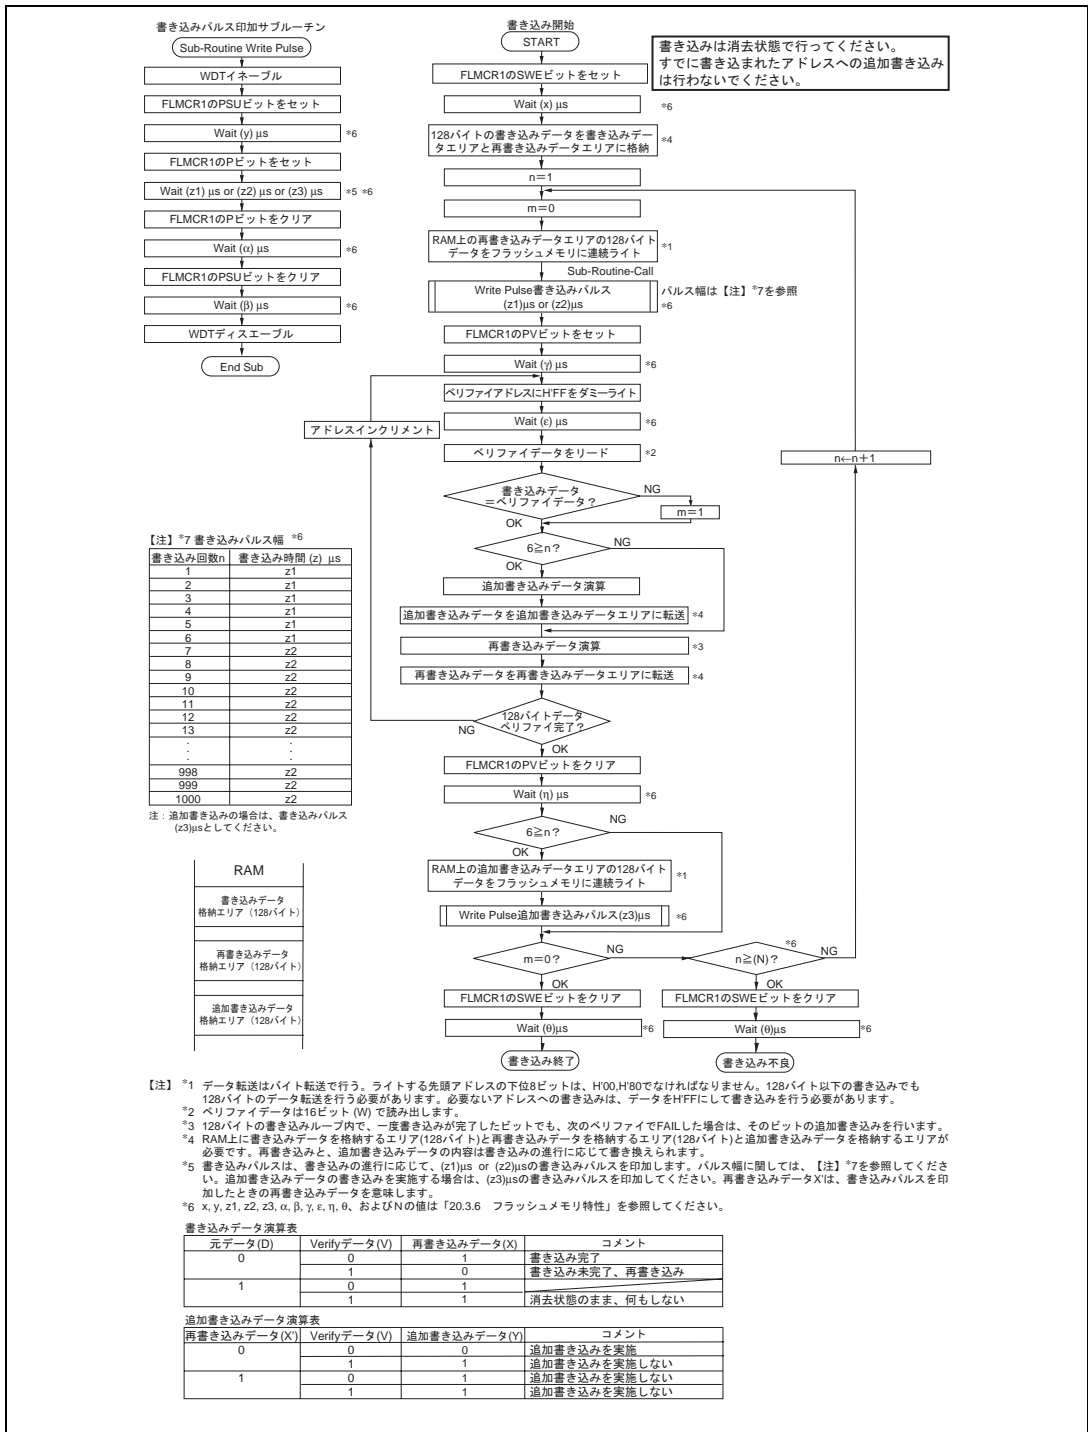

図 17.15 プログラム/プログラムペリファイフロー
フラッシュメモリへのデータ / プログラムの書き込みを行う場合は、図 17.15 に示すプログラム / プログラムベリファイフローチャートに従って行ってください。このフローチャートに沿って書き込み動作を行えば、デバイスへの電圧ストレスやプログラムデータの信頼性を損なうことなく、フラッシュメモリへデータ / プログラムの書き込みを行うことができます。また、1 回の書き込みは、128 バイト単位で行ってください。
一定の書き込み時間経過後、書き込みモードを解除 (FLMCR1 の P ビットを 0 にクリア後、 (α) μs 以上の時間が経過してから PSU ビットを 0 にクリア) します。ウォッチドッグタイマを (β) μs 以上の時間が経過してから解除し、FLMCR1 の PV ビットをセットすることで、動作モードはプログラムベリファイモードへ遷移します。プログラムベリファイモードでは、読み出す前に、読み出すアドレスにデータ H'FF をダミーライトしてください。ダミーライトは (γ) μs 以上の時間が経過してから行ってください。この状態でフラッシュメモリを読み出す (ベリファイデータは 16 ビットで読み出す) とラッチしたアドレスのデータが読み出されます。このリード動作は、ダミーライト後、 (ε) μs 以上置いてから行ってください。次に書き込みデータとベリファイデータを比較し、再書き込みデータを演算 (図 17.15 参照) し、再書き込みデータを再書き込みデータエリアに転送します。128 バイト分のデータのベリファイが完了後、プログラムベリファイモードを解除し、 (η) μs 以上の待機時間を置いて、FLMCR1 の SWE ビットを 0 にクリアし、 (θ) μs 以上待機時間を置いてください。再度書き込みが必要な場合は、再度プログラムモードに設定し、同様にプログラム / プログラムベリファイシーケンスを繰り返してください。ただし、同一ビットに対するプログラム / プログラムベリファイシーケンスの繰り返しは、 (N) 回を超えないようにしてください。